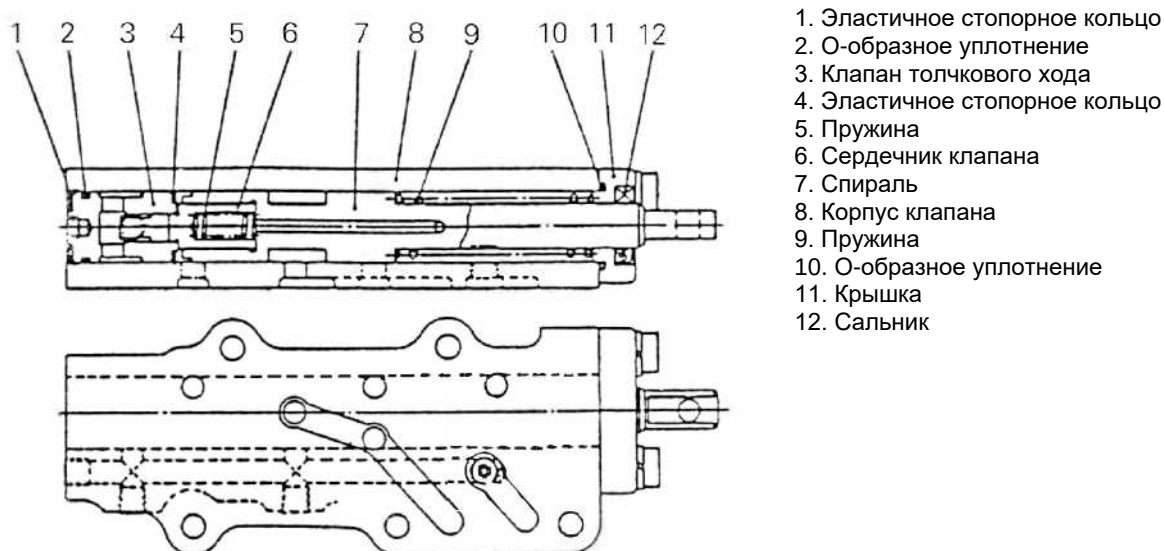

Рис. 4-5. Клапан толчкового хода
4.4.5 Клапан толчкового хода: клапан толчкового хода установлен снаружи коробки передач. Спираль клапана соединена с шатуном педали толчкового хода. При нажатии на педаль толчкового хода спираль перемещается вправо, таким образом, на короткое время понижается давление гидравлического сцепления, что позволяет погрузчику реализовать эффект толчкового хода (рис. 4-5).